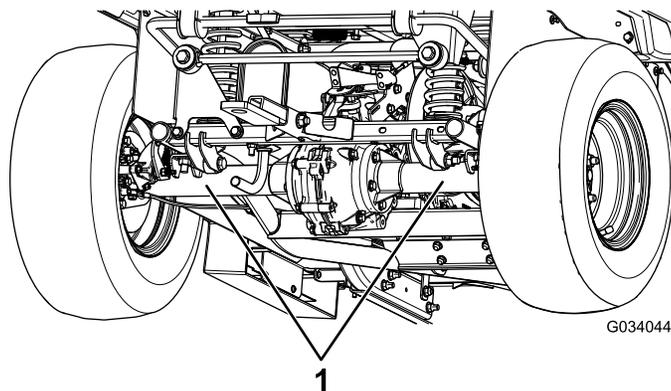

図 22
- 車体後部のジャッキアップポイントはアクスルチューブの下側です 図 22。